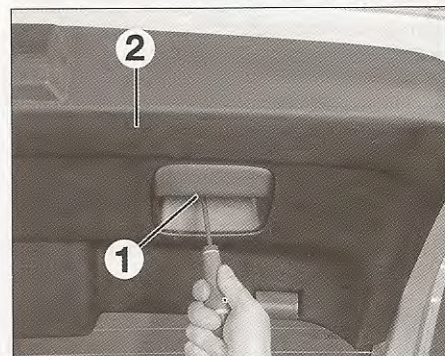

FIG. 53
- el tornillo de fijación (1) de la guarnición (2) (fig. 53).